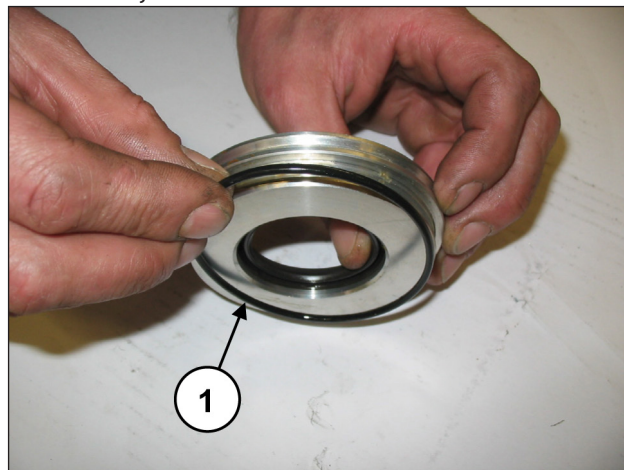

Fig. 94
Placer le joint torique (rep. ①, Fig. 94) dans le siège du couvercle du joint d'huile.